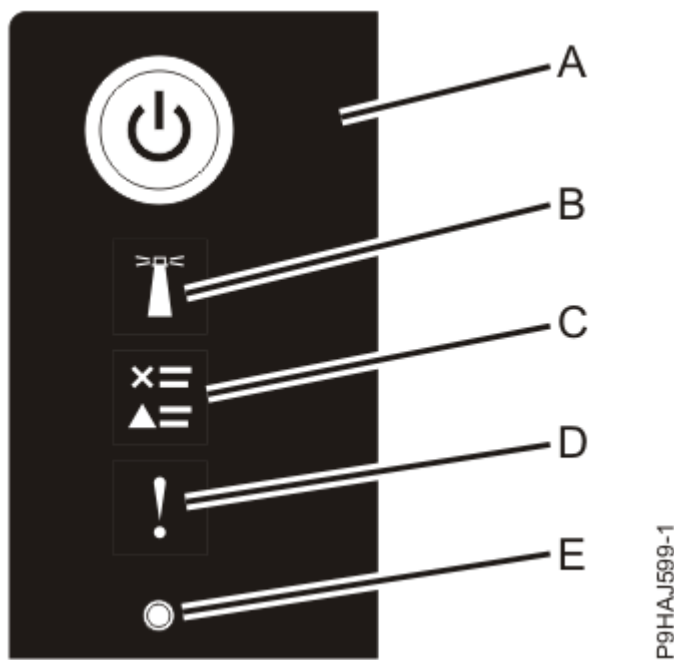

Figura 28: LED de panel de control
3. Pulse el botón de encendido **(A)** en el panel de control, tal como se muestra en la Figura 28 en la página 35.